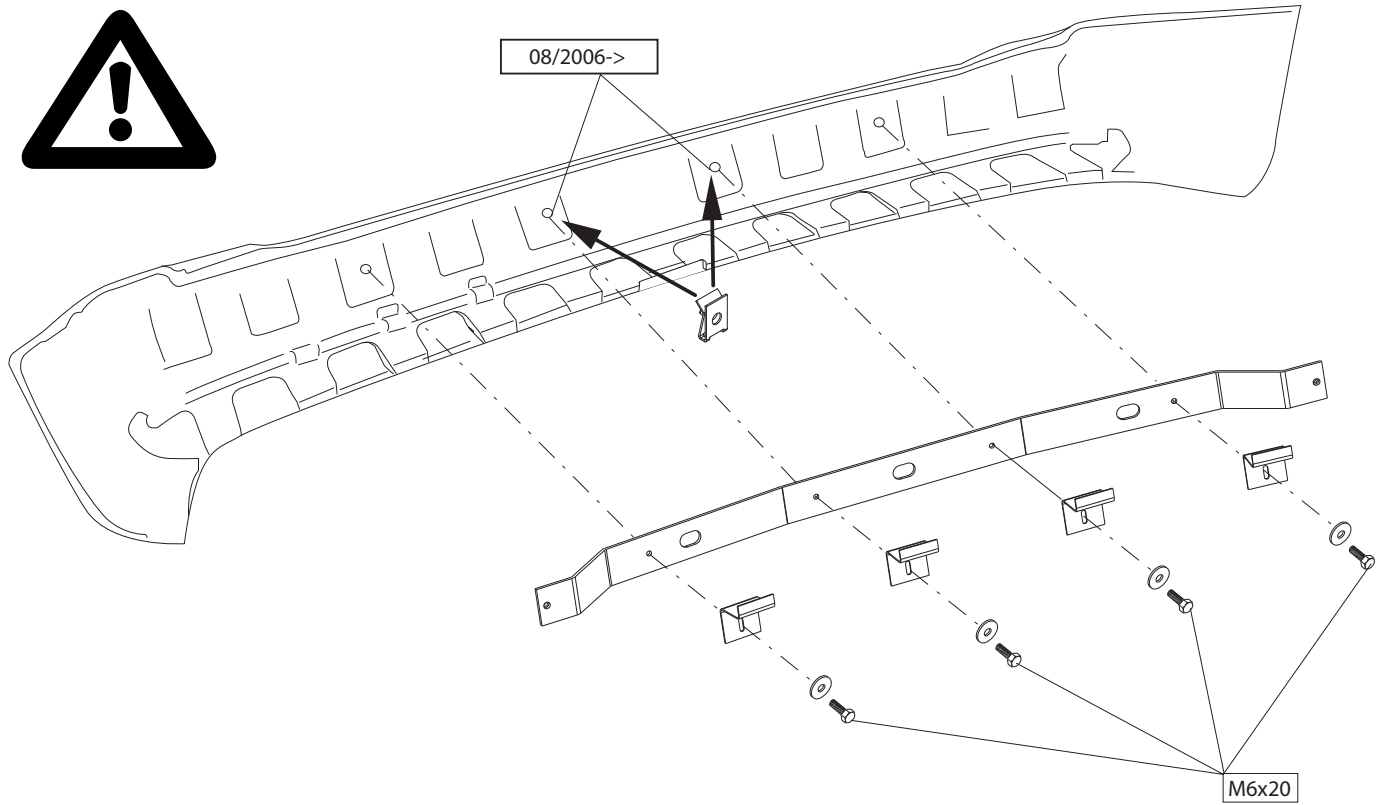

Fig. 2
6. Monter de vedlagte kofangerbeslag til anhængertrækket. (Se fig. 2)
6. "Fissare i supporti interni del paraurti all'organo di traino. (Vedere Fig. 2).
6. Zamontować dostarczony zderzak wewnętrzny do haka. (rys.2).